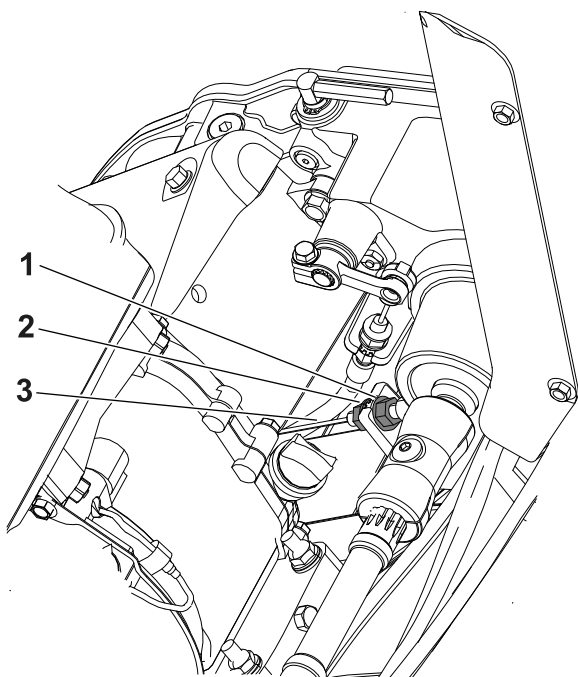

Figura 38
2. Desaperte a porca de retenção traseira e aperte a porca de retenção frontal (Figura 38).